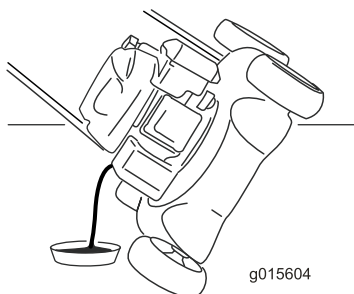

Figura 25
4. Incline o cortador para o lado (de forma a que o filtro de ar fique voltado para cima) para drenar o óleo utilizado para fora do tubo de enchimento do óleo (Figura 25).
10. Leia o nível de óleo na vareta (Figura 25).